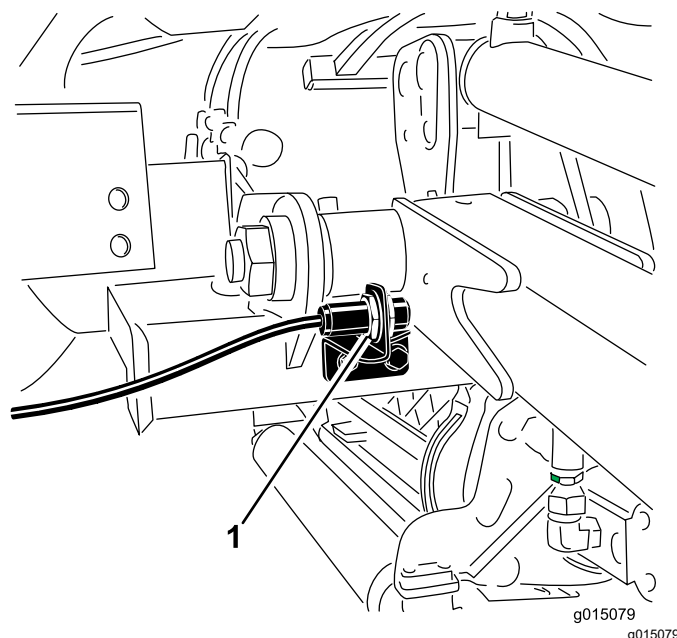

Bild 39
2. Der Hubarmschalter befindet sich hinter dem rechten vorderen Hubarm (Bild 39).
3. Lösen Sie die Befestigungsschrauben des Schalters (Bild 39) und schieben Sie den Schalter nach oben, um die Wendehöhe des Hubarms zu erhöhen, oder schieben Sie den Schalter nach unten, um die Wendehöhe des Hubarms zu verringern. Ziehen Sie die Befestigungsschrauben fest.